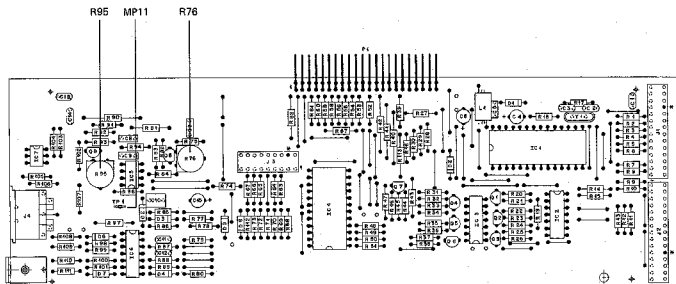

Fig. 4.7
- Stationstaste 12 drücken (97,925 MHz) und mit R95 (1.726.780, Fig. 4.7) die Anzeige am Digitalvoltmeter auf 1,8V \pm 10mV einstellen.
- Mit Mess-Sender 98,0 MHz/17mV EMK am Antenneneingang einspeisen und mit R76 (1.726.780, Fig. 4.7) die Anzeige am SIGNAL STRENGTH METER auf 90dBf einstellen (0dBf= 0,274uV).